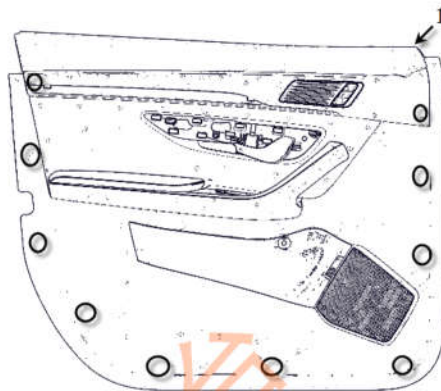

图8-1-5 左前门护板卡扣位置示意图
(5) 如图8-1-5, 用手掰门护板上本体前端, 如箭头1处, 将门护板上本体与水切分离, 然